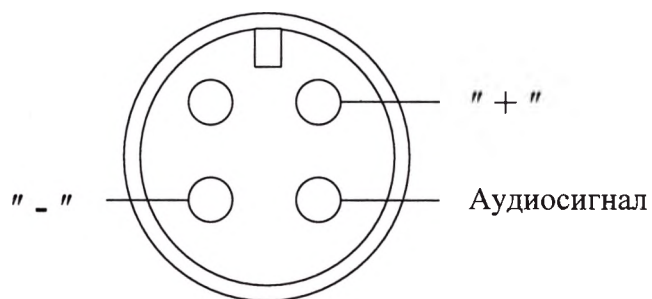

Рис. 3. Полярность подводимого напряжения
11.6. Максимально допустимое напряжение переменного и постоянного тока, которое может быть приложено к аудиовходу СА – 3 В.. Полярность подводимого напряжения, соответствует рис. 3.